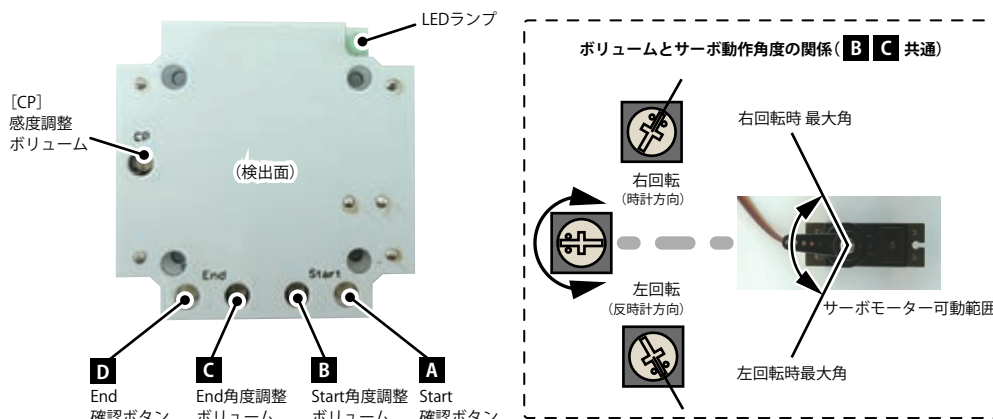

図10 サーボ操作用ボリューム
- サーボホーンの位置を調整するには、本体基板にアクセスする必要があります。ケース組み立て後の場合は、4本のネジを外してケースの上部パーツを取り外してください。図10に示す場所に、サーボ角度設定用のボリュームと押しボタン[A, B, C, D]がついています。